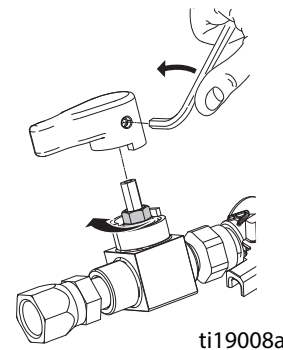

Рис. 10: Ослабьте уплотнительную гайку клапана подачи материала.
3. Ослабьте установочный винт и снимите рукоятку. См. Рис. 10.